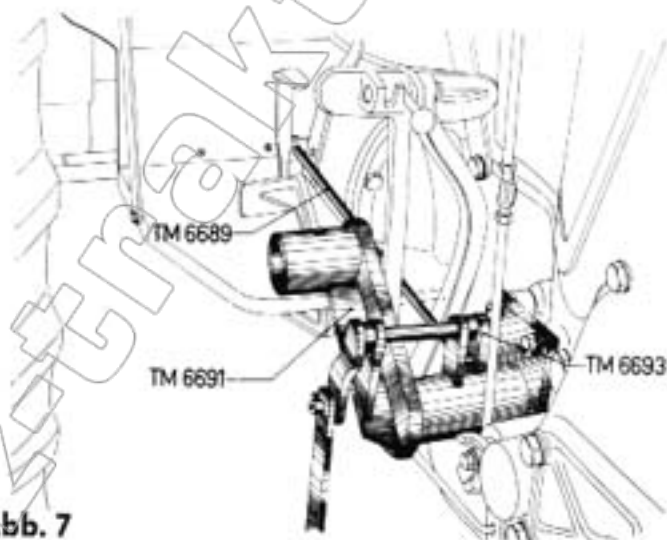

Abb. 7
9. Der Anbau des Tragbockes TM 6691 wird unter Absatz II und III näher beschrieben. Das abgewinkelte Ende der **Ausrückstange** TM 6689 wird an dem am Tragbock TM 6691 gelagerten Hebel TM 6693 eingeführt (Abb. 7). Die Ausrückstange TM 6689 wird mit dem Gewindeende in die am Mähantriebsschalthebel befindliche Öse eingeführt und durch 2 Sechskantmuttern M 12 DIN 555 gesichert (Abb. 7).
Nach dem Anbau der Ausrückung wird im Motor-Leerlauf bei langsamem Anheben des Mähbalkens der Zeitpunkt der automatischen Abschaltung des Mähantriebes überprüft. Der Mähantrieb soll automatisch kurz über der Schwadstellung des Mähbalkens stillgesetzt werden. Die Berichtigung der Einstellung erfolgt durch Längsverstellung der Ausrückstange TM 6689 (Abb. 7). Es ist darauf zu achten, daß in der Schwadstellung die Ausrückstange TM 6689 noch keinen Zug auf den Mähantriebsschalthebel ausübt, da sonst ein vorzeitiger Verschleiß des Schleifringes auftritt.
antriebes überprüft. Der Mähantrieb soll automatisch kurz über der Schwadstellung des Mähbalkens stillgesetzt werden. Die Berichtigung der Einstellung erfolgt durch Längsverstellung der Ausrückstange TM 6689 (Abb. 7). Es ist darauf zu achten, daß in der Schwadstellung die Ausrückstange TM 6689 noch keinen Zug auf den Mähantriebsschalthebel ausübt, da sonst ein vorzeitiger Verschleiß des Schleifringes auftritt.